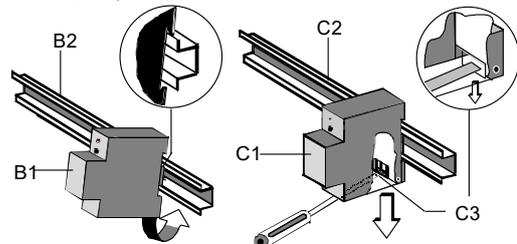

図 3: DIN レールへの取り付け、取り外し
DIN レール装置の取り付け (図 3)
- デバイス (図 3、B1) を DIN レール (図 3、B2) にスライドさせ、所定の位置を決めて、
- カチッと音がして DIN レールの所定の位置に収まるまでデバイスの下部を押し込みます (図 3、B1)。
- スライド (図 3、C3) をドライバーで押し下げ、ラッチを外して、
- DIN レール (図 3、C2) からデバイス (図 3、C1) を取り外します。